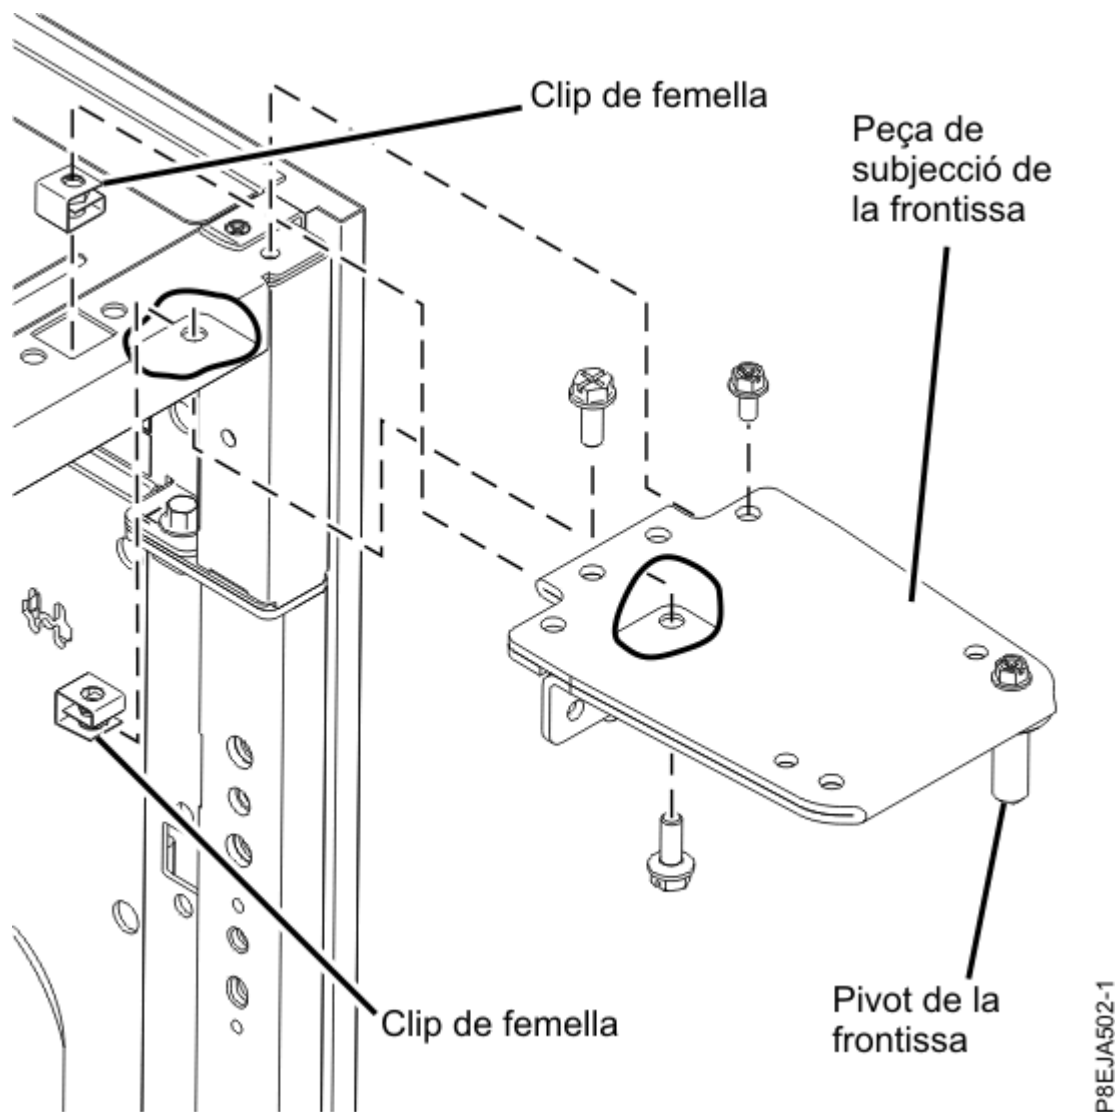

Figura 105. Col·locació parcial de la peça de subjecció de la frontissa superior
- a. Afegiu dos clips de femella M6 al bastidor, tal com es mostra a la Figura 105 a la pàgina 155. Es col·loca un clip de femella a la part superior de la vora del bastidor i el segon a la part de sota de la vora del bastidor.
- b. Col·loqueu la peça de subjecció de la frontissa superior collant el cargol M5 i els dos cargols M6x16, tal com es mostra a la Figura 105 a la pàgina 155. Utilitzeu un tornavís dinamomètric per collar els cargols a $2,5 \text{ Nm} \pm 0,2 \text{ Nm}$ ($22,1 \text{ polzades/l·liura} \pm 1,8 \text{ polzades/l·liura}$).
- c. Descolleu el pivot de la frontissa superior, tal com es mostra a la Figura 105 a la pàgina 155 i deixeu-lo a banda.